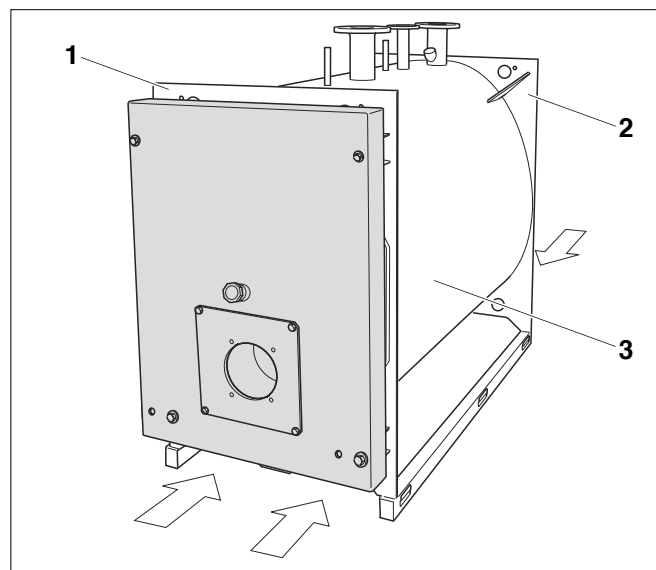

Fig. 4 Transportarea corpului cazanului cu un motostivuiitor / platformă elevatoare
- Introduceți furca motostivuiitorului sub peretele din față al cazanului (fig. 4, **poz. 1**) și sub peretele din spate (fig. 4, **poz. 2**).
- Împingeți câte o platformă elevatoare sub peretele din față și cel din spate al cazanului (fig. 4, pagina 15).
- Ridicați în mod egal corpul cazanului folosind cele două elevatoare (fig. 4, pagina 15).